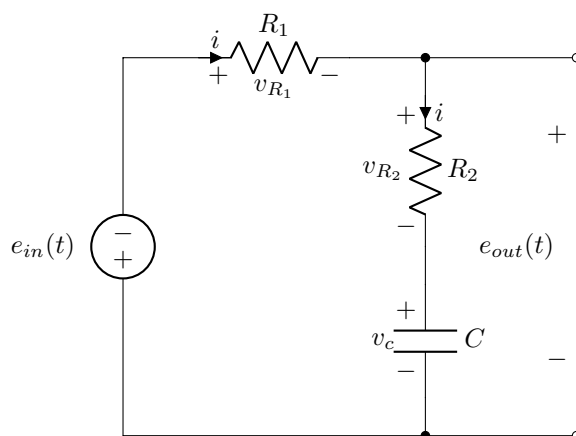

Figura 21. Circuito RL paralelo
7. Considere el circuito mostrado en la Figura 21. Si la entrada de voltaje, $e_{in}(t)$ es un escalón, encuentre la salida $e_{out}(t)$. Considere $R_1 = 2 [\Omega]$, $R_2 = 3 [\Omega]$ y $C = 1 [F]$.